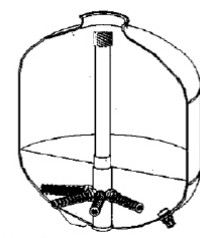

Fig. 6
2. Nun können Sie den Diffusor samt Rohr auf dem Kesselboden aufstellen. Den Kessel bis zur ersten Linie mit Wasser füllen (Fig. 6). Damit sich der Diffusor stabilisiert.